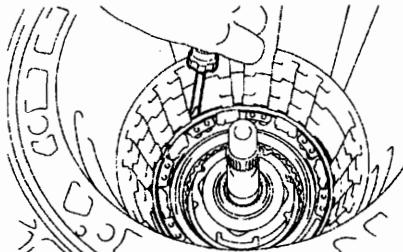

图 12-1-39
(46) 如图 12-1-39 所示，用螺丝刀从变速器壳体上拆下制动活塞回位弹簧卡环。